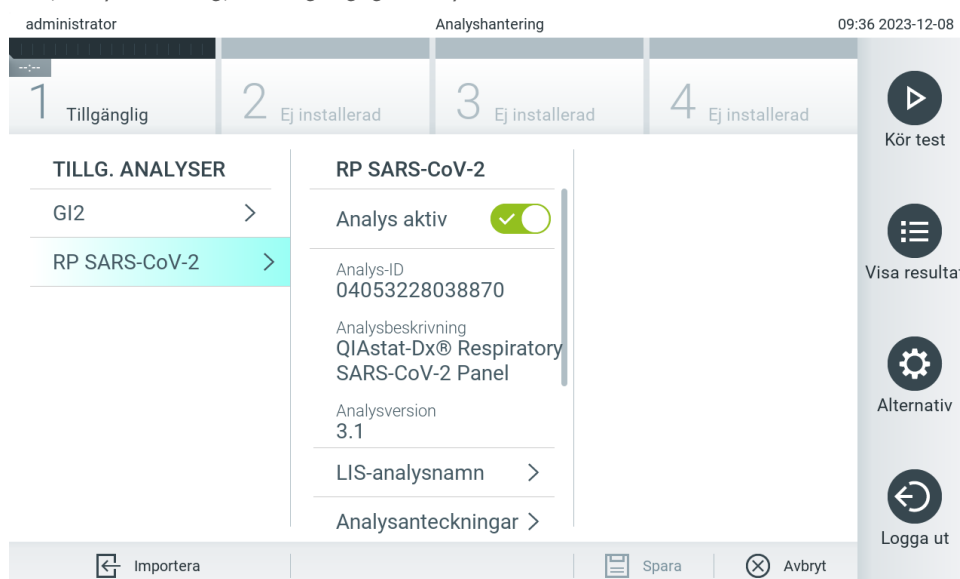

Bild 57. Hantera tillgängliga analyser.
1. Tryck på **Options** (Alternativ) > **Assay Management** (Analyshantering) för att komma åt skärmbilden Assay Management (Analyshantering). De tillgängliga analyserna listas i den första kolumnen av innehållsområdet (bild 57).